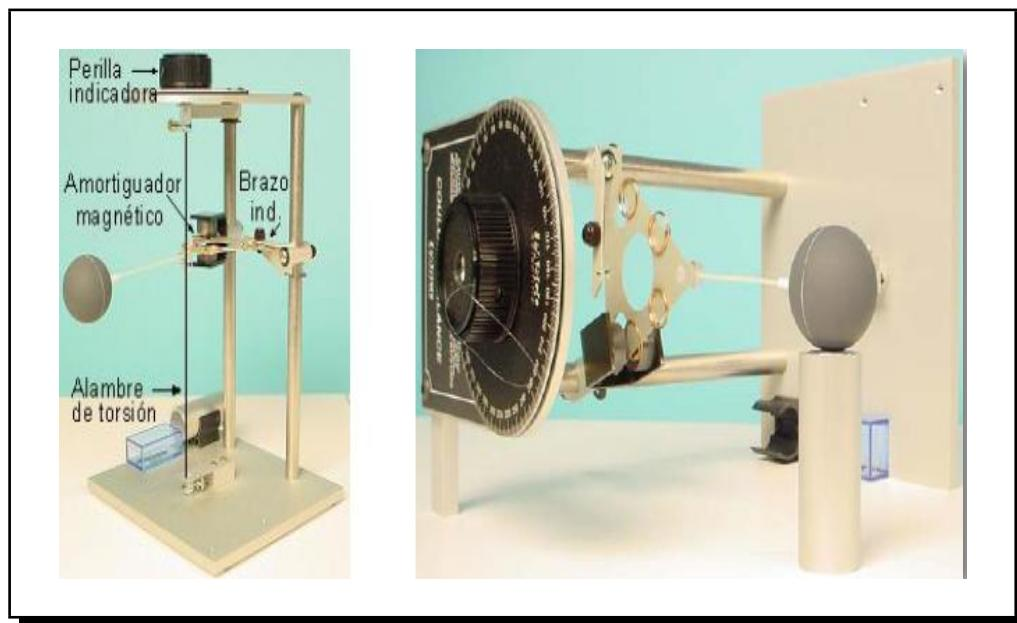

Figura 3.2: Ajustes de la balanza de torsión
- 1 Deslice los Anillos de cobre sobre la Lámina de contrapeso, como se muestra en la Figura 3.2. Ajuste la posición de los anillos de cobre de tal forma que el montaje del péndulo este nivelado.
- 6 Cuidadosamente voltee la balanza de torsión lateralmente, como se ilustra en la Figura 3.2. Coloque el tubo de soporte bajo la esfera, como se muestra.
- 1 Cuidadosamente voltee lateralmente la Balanza de torsión, como se muestra en la Figura 3.2.